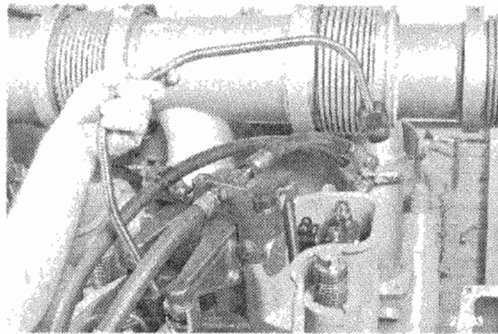

Figura 7.3 Línea de combustible de alta presión.
4. Desconectar la línea de combustible de alta presión de la bomba y la tobera; retirar la línea. (figura 7.3)